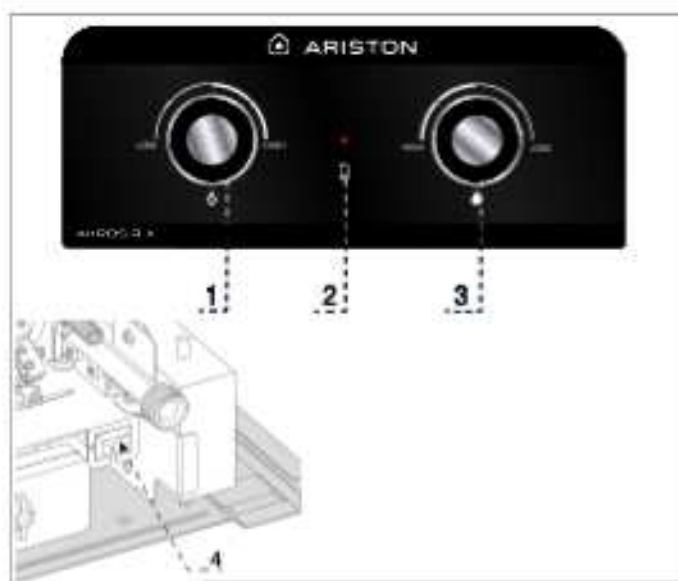

Figura 1 - Pannello di controllo e tasto ON/OFF
- Accendere: premere il pulsante ON/OFF (vedi Figura 1 - Pannello di controllo e tasto ON/OFF n.: 4)
- Spegnere: premi il pulsante ON/OFF (vedi Figura 1 - Pannello di controllo e tasto ON/OFF: 4)
La manopola di regolazione della potenza (vedi Figura 1 - Pannello di controllo e pulsante On/Off n.: 1) regola la potenza massima del bruciatore. Ruotando in senso orario si aumenta la potenza massima, ruotando in senso antiorario si diminuisce la potenza massima dell'apparecchio.
La manopola di regolazione della portata e della temperatura (vedi Figura 1 - Pannello di controllo e tasto On/Off n.: 3) regola la portata massima dell'acqua al bruciatore. Ruotandola in senso orario si riduce la portata massima d'acqua, ruotandola in senso antiorario si aumenta la portata massima d'acqua nell'apparecchio.